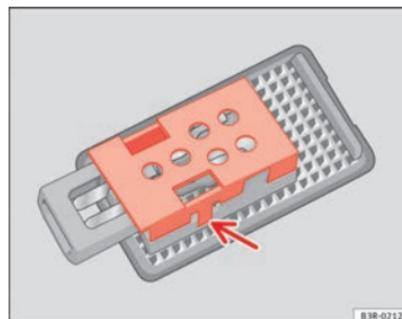

Fig. 221 Luz do porta-bagagens
- Desmonte a tampa protectora e extraia a lâmpada do alojamento ⇒ Fig. 221. ■